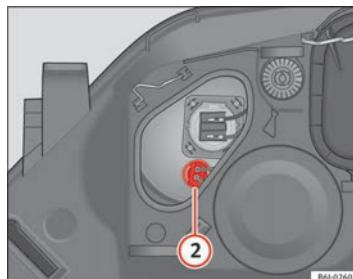

Fig. 150 Luz de posición
- Extraiga el conector **⇒fig. 150 ②** tirando hacia afuera.